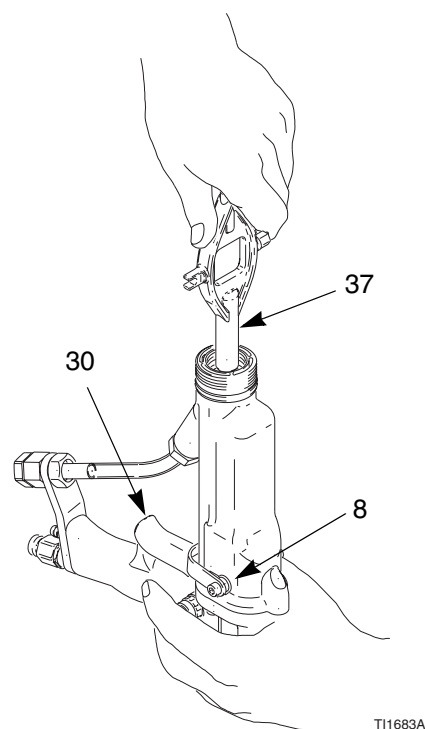

Fig. 26. Dépose de la garniture produit
4. Retirer les vis de la gâchette (8) et la gâchette (30). Voir FIG. 26.
5. Démontez la tige de presse-étoupe (26) à l'aide de la clé multi-usage (37).